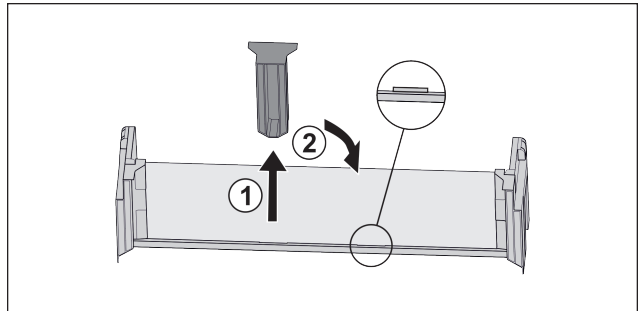

Fig. 29
- ▶ Middelste vasthouddeel lostrekken Fig. 29 (1).
- ▶ Middelste vasthouddeel in tweede positie inzetten Fig. 29 (2).